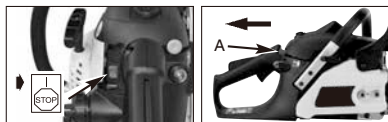

Fig. 9A
1. Flytt PÅ/AV-bryteren til PÅ "I"-posisjonen. (Fig. 9A)